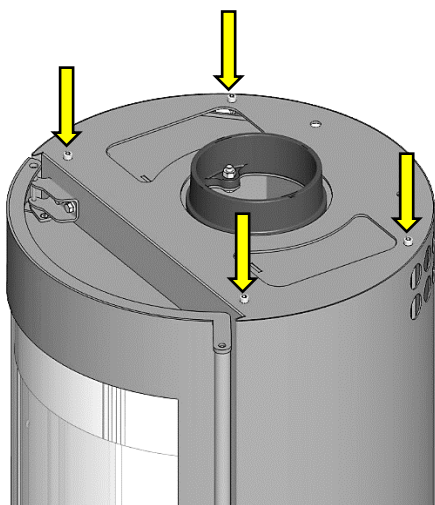

Fig. 7 : réglage de la hauteur couvercle / rehausse
- Il est possible d'utiliser les 4 vis de positionnement (Fig. 7) au besoin de régler la hauteur. Veuillez à cet effet serrer ou desserrer les vis en fonction des besoins.